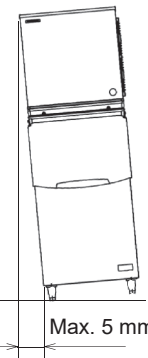

Abb. 2
- * Abgabereinheit/Eisaufbewahrungsbehälter in allen vier Richtungen nivellieren. Bei Verwendung eines Eisaufbewahrungsbehälters die Füße des Eisaufbewahrungsbehälters nivellieren. Siehe Abb. 2.